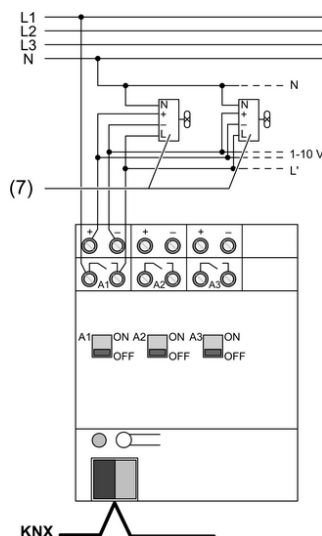

Bild 2
- Gerät gemäß Anschlussplan anschließen (Bild 2).